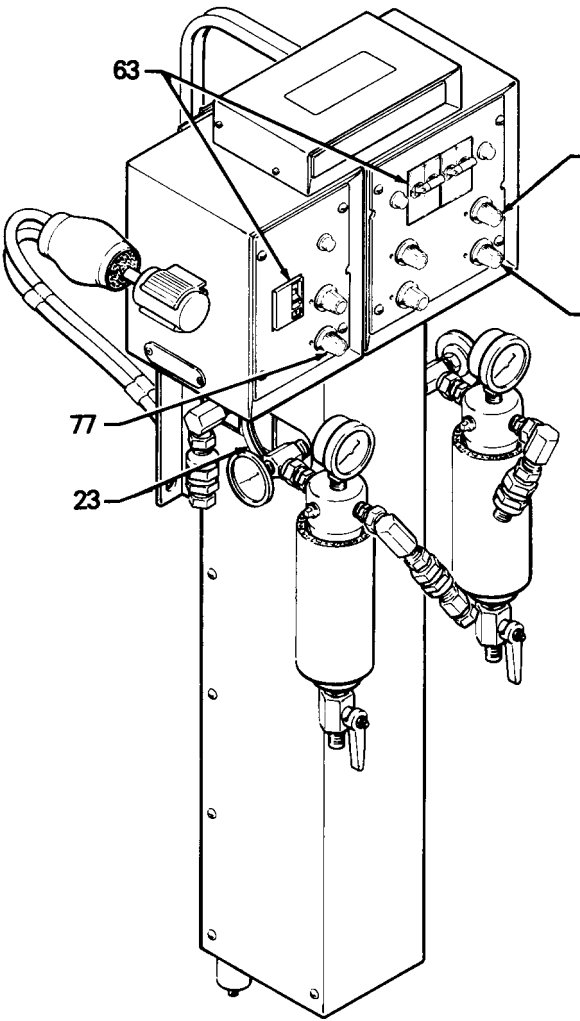

Fig. 20
1. **Abrir la válvula de alimentación de aire principal (1).**
2. **Abrir la válvula de alimentación de aire y las válvulas de aire (8) de las bombas de alimentación (3).** Ver la instalación tipo página 5.
3. **Ajustar el regulador de aire (212)** del motor de la bomba de dosificación a 3 bares.
4. **Abrir progresivamente la válvula de aire (214)** de la bomba de dosificación.
5. **Poner el calentador en marcha.** Ver Fig. 20.